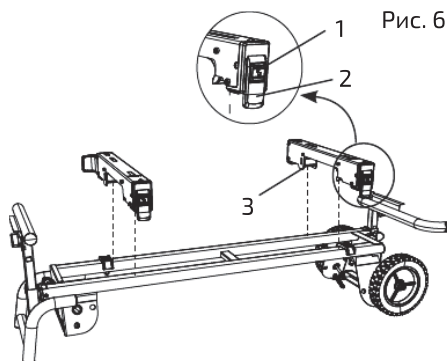

Рис. 6
1. Нажать на кнопку блокировки (1) и поднять эксцентриковую защелку (2) (рис. 6).
2. Расположить задний крепежный зажим (3) на заднем рельсе стойки, а затем опустить передний конец крепежного кронштейна пилы на передний рельс стойки. Установить крепежные кронштейны на внутреннюю часть стопорных скоб.
3. Сдвинуть крепежную скобу пилы в желаемое положение, а затем нажать на эксцентриковую защелку (2), чтобы заблокировать.